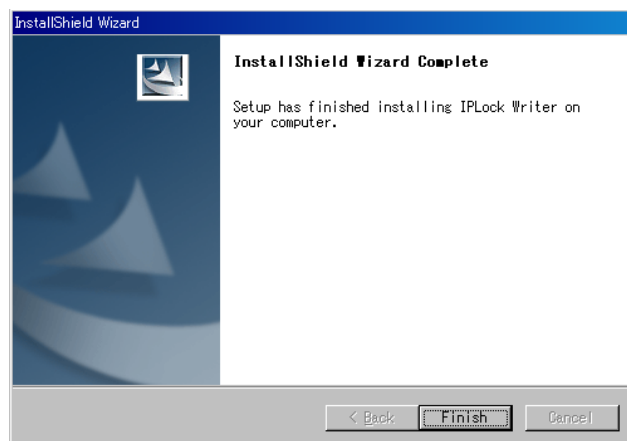

図 15 インストールの終了
4. インストールが終了すると、図 15 のダイアログが表示されます。「Finish」ボタンを押してインストーラを終了します。